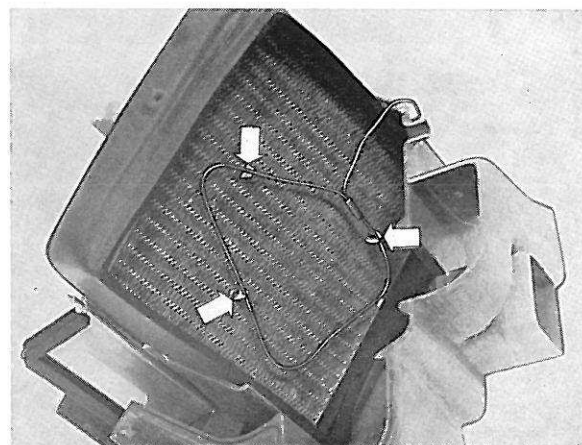

Figure 18. Montage du groupe cellulaire et du détecteur de température
5. Monter le nouveau détecteur de température de la valve de contrôle avec des attaches plastiques, voir figure 18.